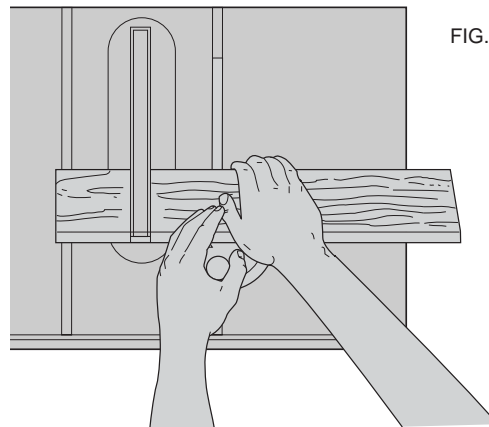

FIG. 23
5. Tout en se servant des deux mains pour maintenir la pièce contre le devant du guide d'onglet et à plat contre la table, pousser lentement la pièce à travers la lame (fig. 23).
Ce genre de coupe se fait comme une coupe transversale sauf qu'on règle le guide d'onglet à un angle autre que 0°. Maintenir la pièce **FERMEMENT** contre le guide d'onglet et alimenter la pièce lentement à travers la lame pour l'empêcher de bouger (fig. 23).